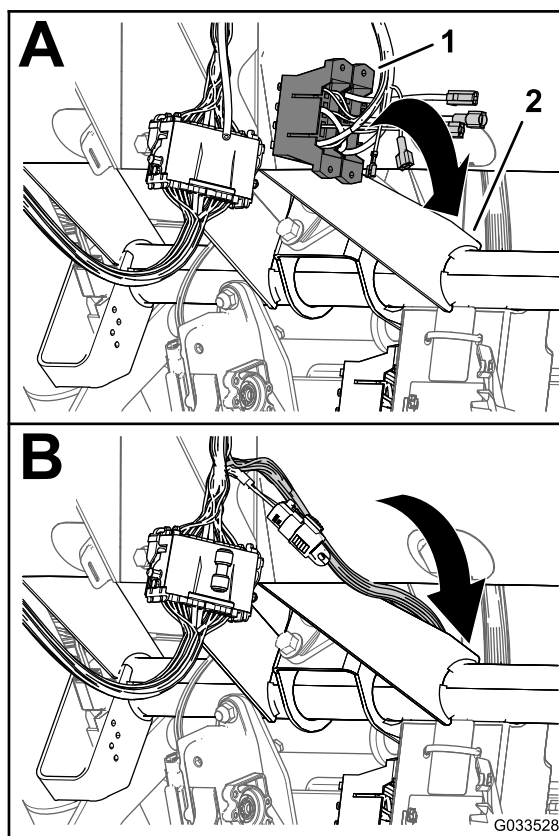

图 24
1. 在打药机的控制台上将前线束的分支与保险丝盒一起铺设在仪表板底部和机器底板的十字管之间并向下朝向机器保险丝盒的前侧图 24。